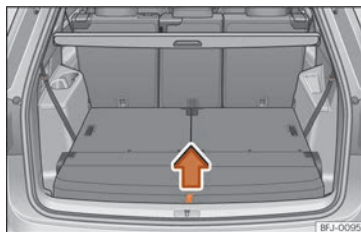

Fig. 126 Na bagageira: levantar o piso da bagageira.
- Puxe o piso da bagageira pelo laço » **Fig. 126** para cima, no sentido da seta, e retire-o.